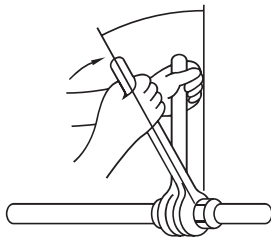

Fig. 4-8
- ฉนวนน้ำมันสารทำความเย็นบางๆ ที่พื้นผิวฐานตัวเชื่อมของท่อ (Fig. 4-8)
แรงดันที่กำหนด (ใช้ประแจ) (Fig. 4-8)